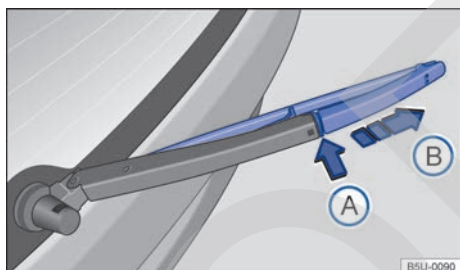

Fig. 135 Sustituir la escobilla del limpialuneta.
- Mantener la tecla de desbloqueo → fig. 135 ⓘ presionada.